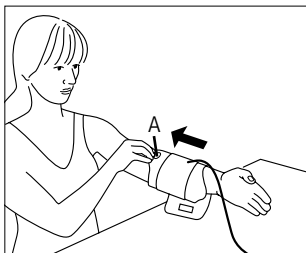

Abb.1
- Die Messung muss am unbekleideten Oberarm durchgeführt werden. Sollte Ihre Manschette komplett geöffnet sein, so führen Sie das Ende der Manschette durch den Metallbügel, so dass eine Schlaufe entsteht. Der Klettverschluss muss dabei außen liegen. Fassen Sie die Manschette an der Griffflasche A (siehe Abb. 1) an und stülpen Sie diese über den Oberarm.